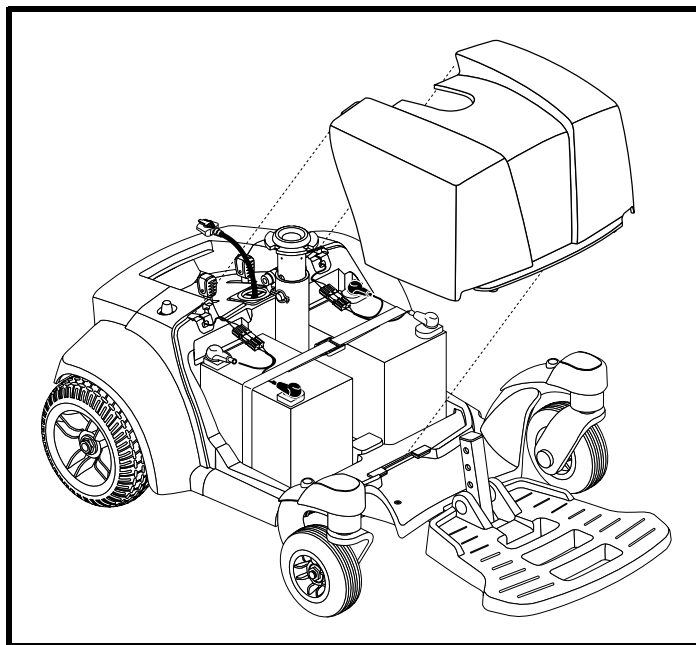

Figure 17. Enlèvement du capot batteries
8. Remplacez le capot à batteries en alignant les onglets tels qu'illustrés dans **la figure 17** et en appuyant vers le bas.